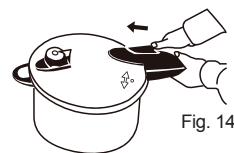

Fig. 14
- Deslizar o selector para o centro da tampa (fig. 14).